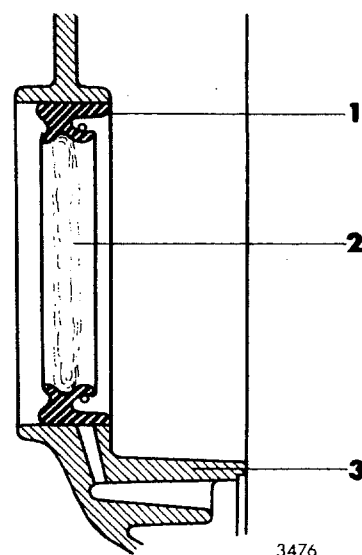

Fig 01-25. Transmissionskåpans tätningsring.
- c. Lägg en ny packning mellan cylinderblocket och transmissionskåpan, fyll fett mellan tätningsringens läppar enligt fig 01-25 och sätt på transmissionskåpan utan att dra skruvarna för gott.